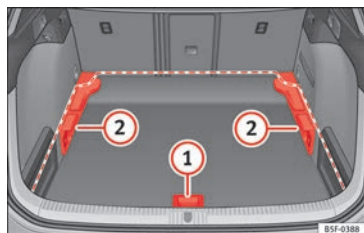
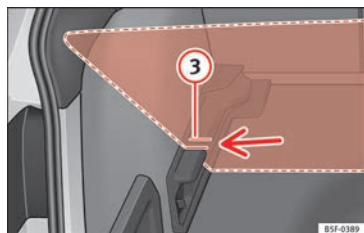

Fig. 181 Piso variável da bagageira: posições.
Fig. 182 Piso variável da bagageira: ranhuras inclinadas.
- Levante o piso pela peça » **Fig. 181 ①**, puxe-o para trás até que a parte dianteira do piso baixe totalmente os suportes **②**.
- Desloque o piso sobre estes para a frente até que chegue ao limite no encosto dos bancos traseiros e, de seguida, baixe o piso com a peça **①**.
- Faça coincidir essa parte dianteira com as ranhuras inferiores dos suportes, e deslize o piso para a frente até que atinja o limite no encosto dos bancos traseiros, baixando ao mesmo tempo o piso com a peça **①**.
- Levante o piso variável pela peça » **Fig. 181 ①**, puxe-o para trás até que a parte dianteira do piso baixe as ranhuras inclinadas » **Fig. 182 ③**.
- Faça passar o piso pelas ranhuras com a ajuda da peça **①** até que atinja o limite no encosto dos bancos traseiros e se apoie o piso nas ranhuras.